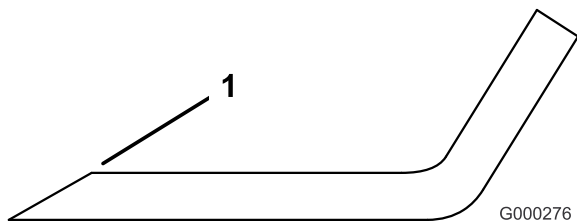

Figura 79
1. Affilate i taglienti da entrambe le estremità della lama con una lima (Figura 79).